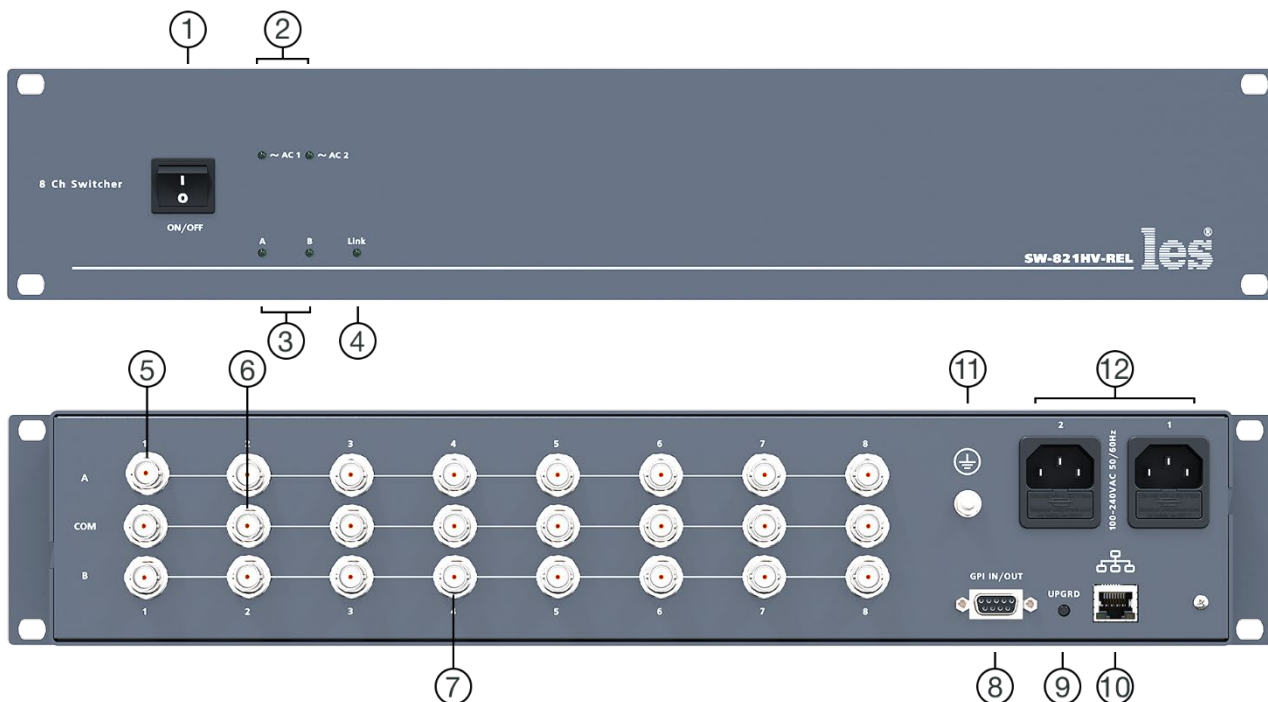

Рисунок 1
2. Подключите клемму заземления, расположенную на задней стенке, к общей шине заземления (рисунок 1, позиция 11).
5. Подключите шнуры питания к разъёмам IEC C14 (рисунок 1, позиция 12). Обратите внимание на то, что третий провод сетевого шнура используется для заземления корпуса (защитное заземление), которое рекомендуется делать единым для всего комплекса аппаратуры.
Земли входных и выходных разъёмов соединены вместе, присоединены к контакту PE блоков питания, корпусу прибора и клемме заземления (рисунок 1, позиция 11).
Все входы/выходы выведены на разъём DB9F «GPI IN/OUT» (рисунок 1, позиция 8).